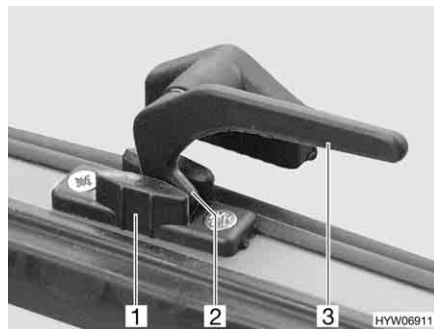

Bild 77 Låsarm i läget "kontinuerlig vädning"
- I läget "kontinuerlig vädning" (Bild 77)
- Sväng låsarmen (Bild 77,3) ett kvarts varv mot fönstrets mitt.
- Vrid tillbaka låsarmen. Därvid måste låsspaken (Bild 77,2) föras in i spåret på fönsterlåset (Bild 77,1).